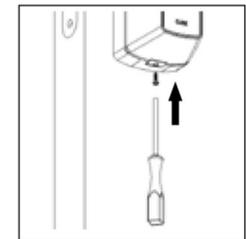

Abb. 8
- ⑥ Verschrauben Sie Rückenschale und Motoreinheit mit Befestigungsschraube (Abb. 8).
- ⑦ Testen Sie das Motorschloss. Sollten Sie ein Fehlverhalten feststellen, kalibrieren Sie das Motorschloss neu.